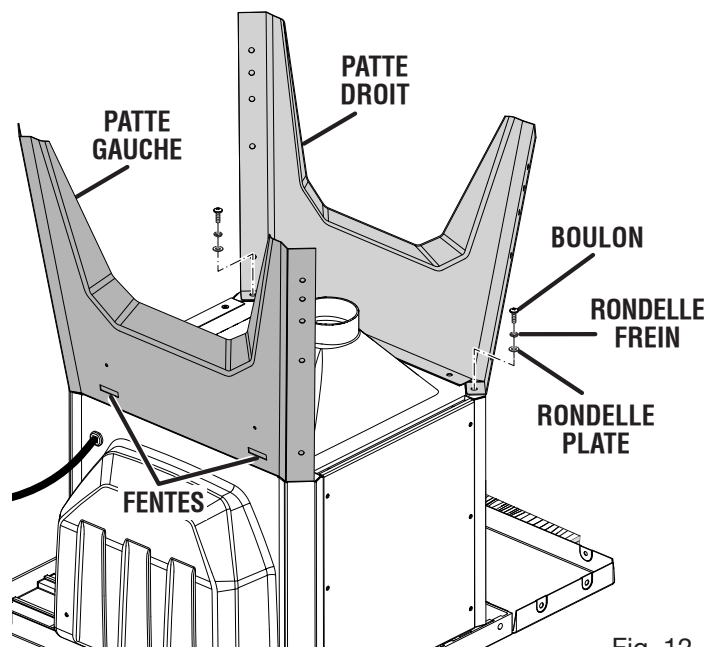
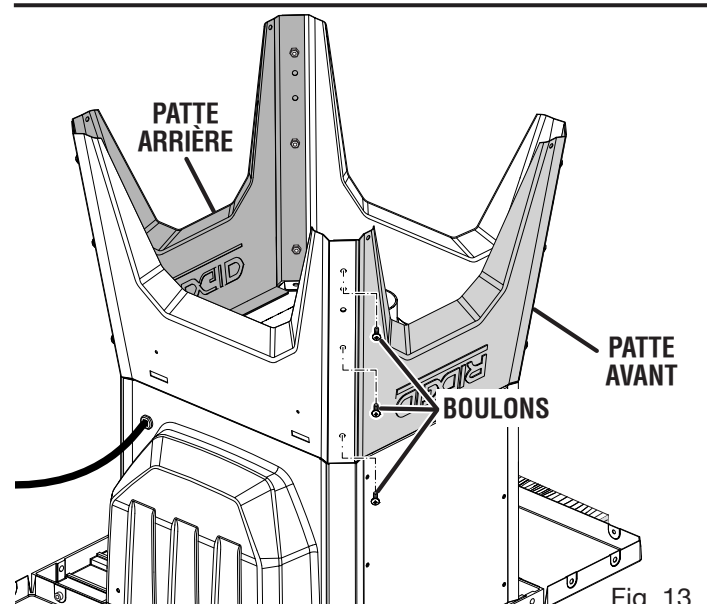

Fig. 12
Fig. 13
Voir les figures 12 et 13.
- Retourner la scie à table, puis poser les pattes gauches et droites sur le boîtier de scie, comme il est illustré à la figure 12.
- À l'aide de la clé hexagonale de 6 mm, serrer les boulons pour fixer les pattes au boîtier (voir la figure 12). À l'aide de la clé hexagonale de 4 mm, serrer les boulons pour fixer les pattes entre elles (voir la figure 13). Serrer fermement tous les boulons.